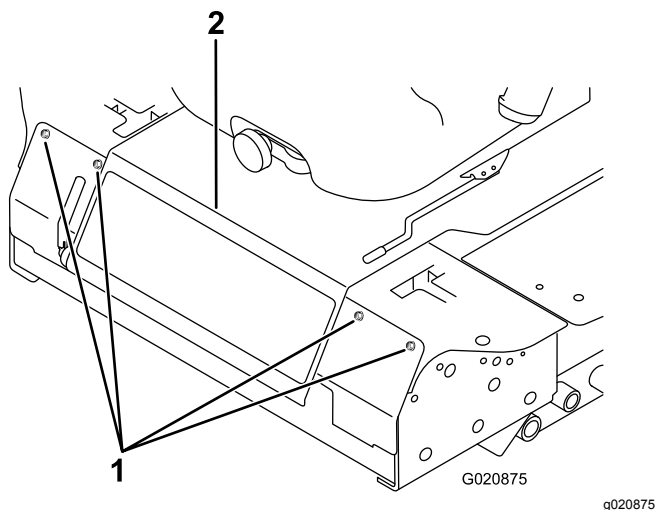

Figura 48
3. Togliete i bulloni che fissano il pannello anteriore, e rimuovete il pannello (Figura 48).